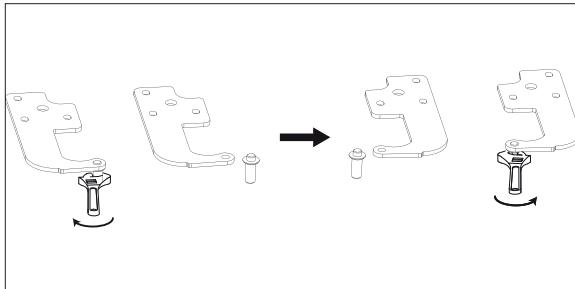

Fig. 12
- ▶ Fjern tappen for det øverste hængsel (fig. 12) med en 6" skruenøgle, og drej tappen i igen på den anden side.